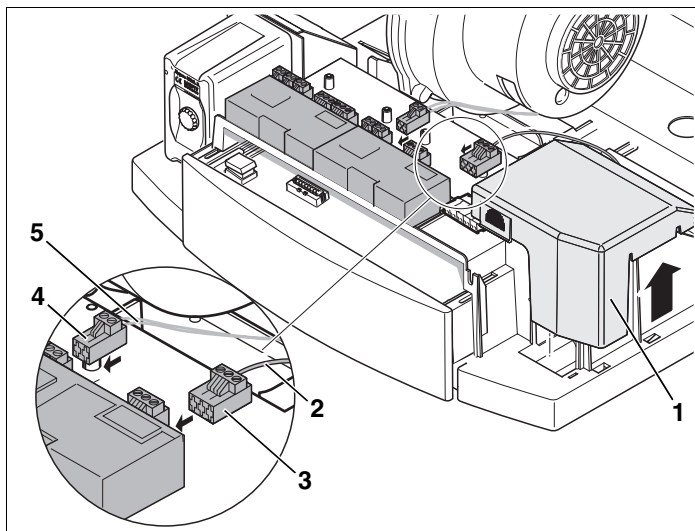

Fig. 3 Realizarea racordului electric
- Scoateți capacul casei de borne (Fig. 3, **Poz. 1**).
- Introduceți corect cablul de rețea (Fig. 3, **Poz. 2**) și conductorul busului (Fig. 3, **Poz. 5**) din fasciculul de cabluri al cazanului de încălzire în clemele (Fig. 3, **Poz. 3**, resp. **4**) ale modulului funcțional.
- Cablați corect celelalte componente cu clemele (Fig. 3, **Poz. 3**, resp. **4**) ale modulului funcțional conform planului de conexiuni.